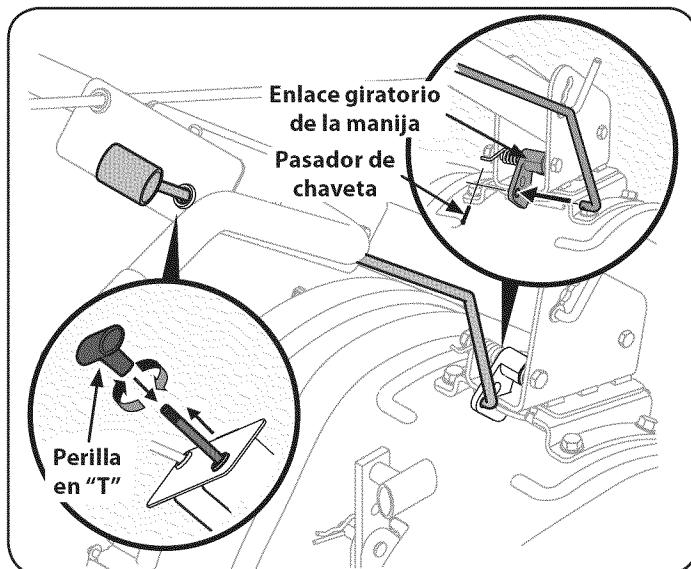

Figura 5
2. Extraiga el pasador de chaveta y la perilla en "T" del eslabón giratorio de la manija. Vea la Figura 5.
3. Deslice el eslabón giratorio de la manija a través del conjunto de la manija superior, inserte el extremo inferior del eslabón en el enlace giratorio de la manija y sujételos con los herrajes que extrajo anteriormente. Vea la Figura 5.